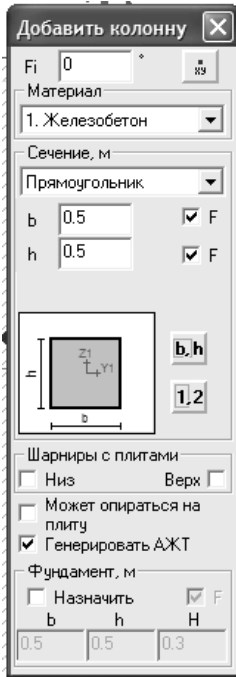

Рис. 1.5. Діалогове вікно для додавання колони
6. Для того щоб додати колонну, необхідно вибрати меню **Схема** \Rightarrow **Добавить элементы** \Rightarrow **Добавить колонну**. З'явиться діалогове вікно **Добавить колонну** (рис. 1.5), у якому вводяться розміри поперечного перерізу колони. Для введення координат розташування колони натисніть кнопку , у результаті з'явиться вікно, в якому введіть координати (0;0) та натисніть кнопку  (Применить). Закрийте діалогові вікна.